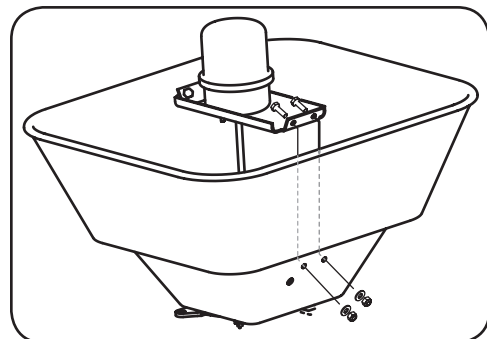

Figure 2-6
1. Fixez l'ensemble du moteur au bas de la trémie en enfilant quatre boulons M6 x 20 et en les connectant avec des rondelles plates et des contre-écrous M6. Consultez la Figure 2-6.